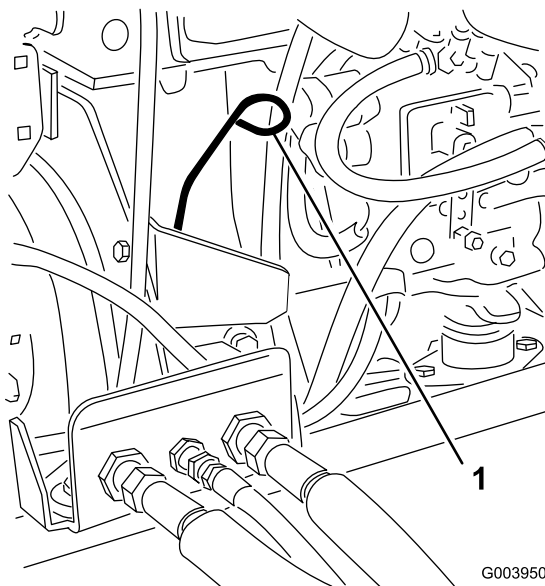

Figura 32
3. Togliete l'asta di livello, asciugatela e reinseritela (Figura 32).